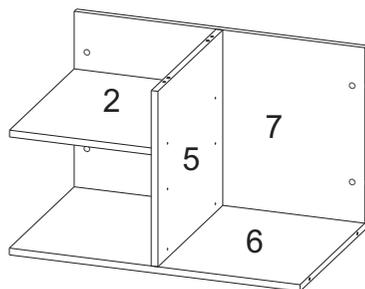

Рис.7
- Соедините деталь 6 с деталью 5 при помощи конфирматов 15. (рис.7)